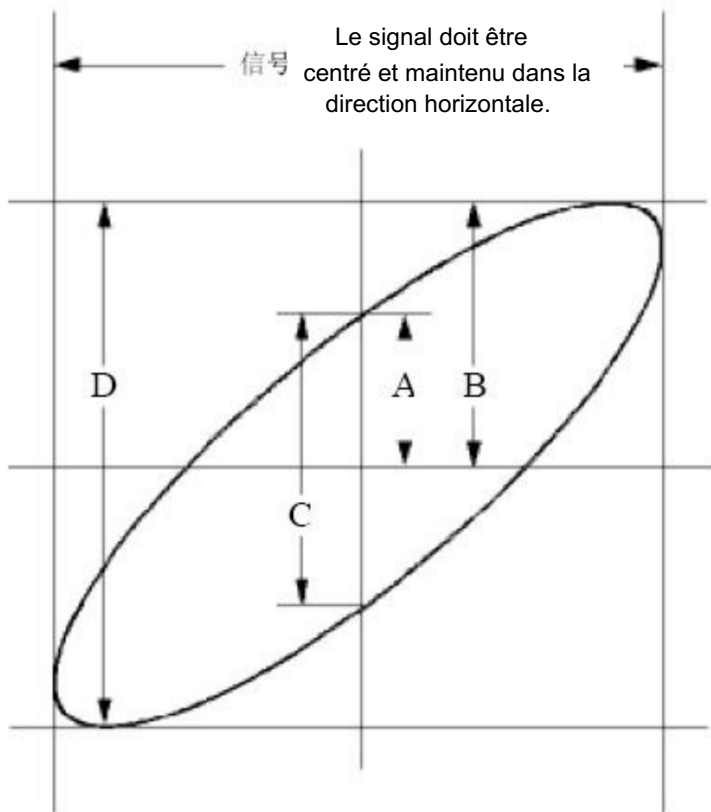

Figure 6- 6 Graphique de Lissajous
(1) Réglez le coefficient d'atténuation du menu de la sonde sur 10X et celui du commutateur de la sonde sur 10X (voir « Comment régler le coefficient d'atténuation de la sonde » à la page 19).
(4) Tournez le bouton de l'échelle verticale , en faisant correspondre les amplitudes de deux signaux égal à l'état brut.
(6) Dans le menu de droite, sélectionnez le mode XY sur ON. L'oscilloscope affichera les caractéristiques d'entrée et de terminal du réseau dans le graphe de Lissajous formulaire.
(7) Tournez les boutons d'échelle verticale et de position verticale , en optimisant la forme d'onde.
(8)Avec la méthode de l'oscillogramme elliptique adoptée, observez et calculez la différence de phase (voir Figure 6- 6).